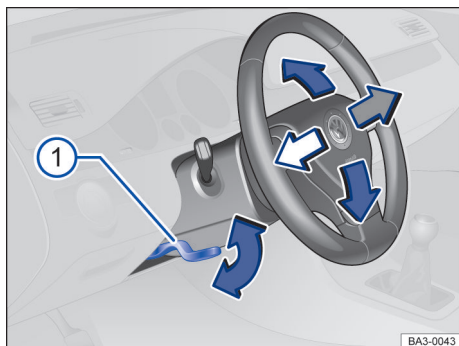

Fig. 65 Embaixo e a esquerda do volante junto com o revestimento da coluna de direção: alavanca de ajuste da posição do volante.
- Empurrar a alavanca para baixo segurando-a pelo seu manípulo → Fig. 65 ①.